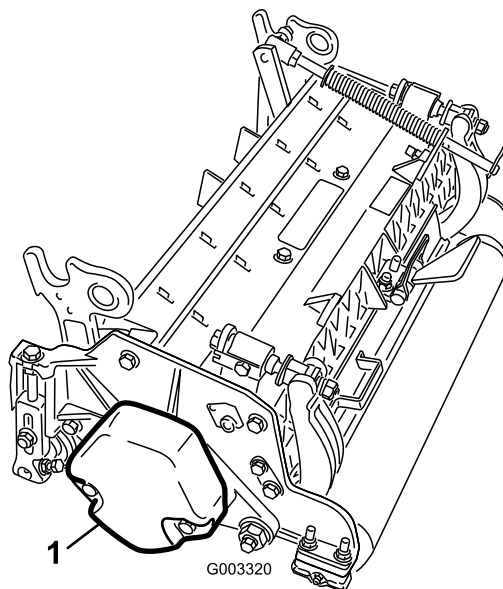

図 4
4. カウンタウェイト(**図 4**)を、決められている側に取り付けるカッティングユニットのオペレーターズマニュアルを参照。